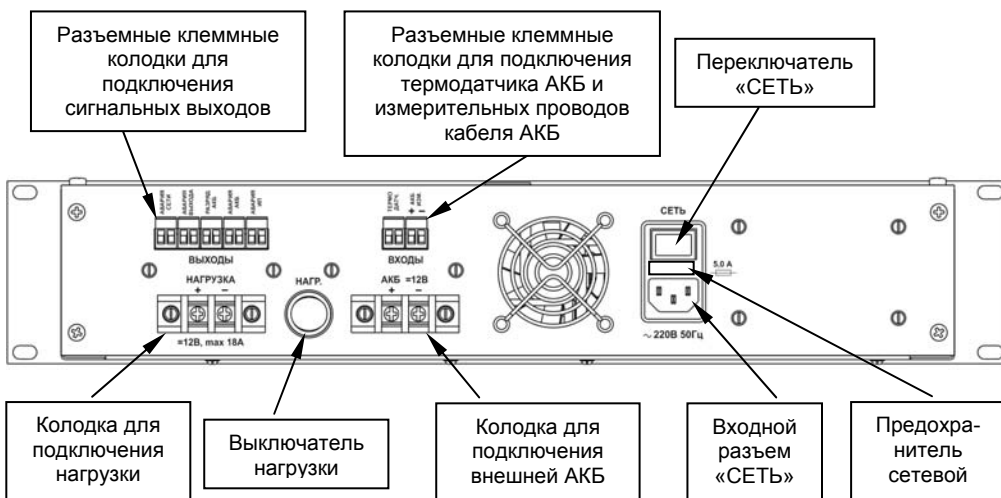

Рисунок 2 Общий вид задней панели источника
- возможность включения/отключения нагрузки с помощью выключателя нагрузки (см. рисунок 2);
На задней панели источника расположены клеммные колодки, сетевой разъем с предохранителем и переключателем и выключатель нагрузки (см. рисунок 2).
ВНИМАНИЕ! БЕЗ УСТАНОВКИ ТЕРМОДАТЧИКА ЗАРЯД БАТАРЕИ ОСУЩЕСТВЛЯЕТСЯ БЕЗ ТЕРМОКОМПЕНСАЦИИ, ПРИ ЭТОМ НАПРЯЖЕНИЕ ЗАРЯДА АКБ БУДЕТ СООТВЕТСТВОВАТЬ ЗНАЧЕНИЯМ, УСТАНОВЛЕННЫМ ДЛЯ ТЕМПЕРАТУРЫ ОКРУЖАЮЩЕЙ СРЕДЫ +25°C (СМ. РИСУНОК 2)